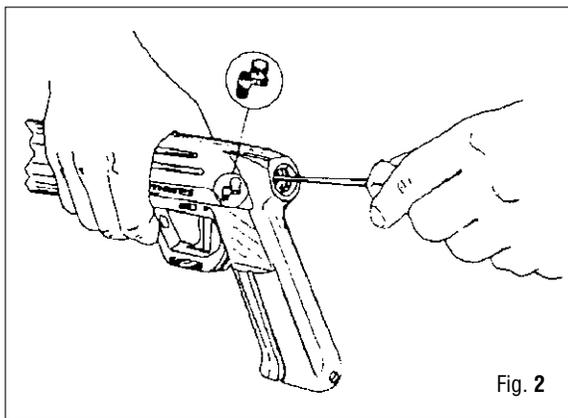

Fig. 2
4. Con un tubo metálico (diám.aprox 1,5 mm) presione la esfera de la válvula de recarga hasta descargar completamente el fusil. (Fig. 2).